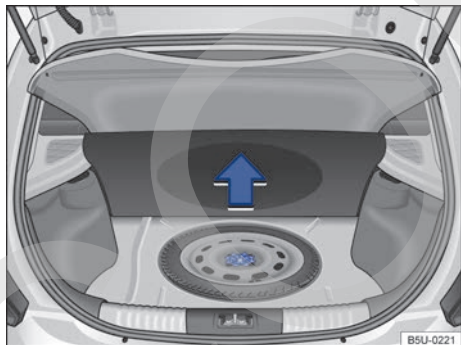

Fig. 153 En el maletero, por debajo del revestimiento del piso: rueda de emergencia y herramientas de a bordo.
Las herramientas de a bordo y la rueda de emergencia están ubicadas en el maletero, debajo del revestimiento del piso ⇒ fig. 153.
- Levantar el revestimiento del maletero ⇒ fig. 153.